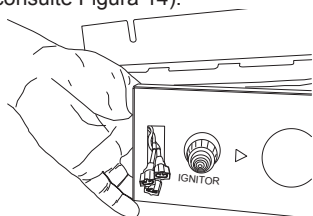

Figura 14 - Inserción interruptor oscilante cables
15. Inserte el AUTO, OFF, conectores MAN a través del agujero interruptor oscilante en el lado izquierdo del panel de control (consulte Figura 14).